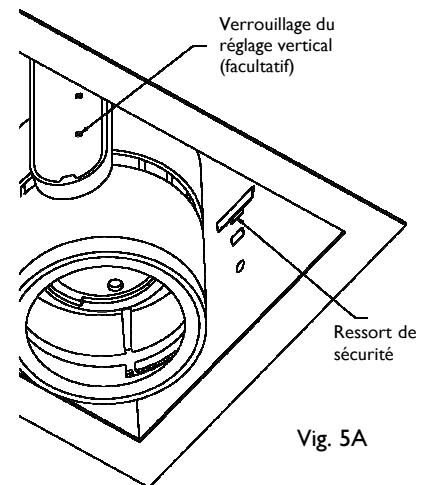

Fig. 5A
Note: Safety Springs must be flush to the inner walls to indicate the springs have engaged properly (Fig. 5A).
* To remove LLAVRM LE Series from LLAVRM FIK Series, Safety Springs must be pried out of place. Use a flat head screwdriver to put it through a small rectangular window, and pry it towards the LED head while gently pulling down on LLAVRM LE Series. Do this at one end first and pull down approximately 1-2" before pulling down opposite end (Fig. 5A).
To remove LLAVRM LE Series from LLAVRM FIK Series, Safety Springs must be pried out of place. Use a flat head screwdriver to put it through a small rectangular window, and pry it towards the LED head while gently pulling down on LLAVRM LE Series. Do this at one end first and pull down approximately 1-2" before pulling down opposite end (Fig. 5A, Page 2). Afterwards, perform steps 2-5 in reverse to remove LLARVRM LE Series completely.
Note : Les ressorts de sécurité doivent être affleurés aux parois internes pour indiquer que ceux-ci sont correctement enclenchés (Fig. 5A).
* Pour enlever la partie série LLAVRM LE du cadre (FIK) LLAVRM, les ressorts de sécurité doivent être retirés du récepteur assorti. Se servir d'un tournevis à lame plate, le passer par une petite ouverture rectangulaire et appuyer sur la tête DEL tout en tirant délicatement sur la série LLAVRM LE. Tirer d'abord une extrémité vers le bas d'environ 1 à 2 po, puis l'autre extrémité (Fig. 5A).
Pour enlever la partie série LLAVRM LE du cadre (FIK) série LLAVRM, les ressorts de torsion doivent être retirés du récepteur. Se servir d'un tournevis à lame plate, le passer par une petite ouverture rectangulaire et appuyer sur la tête DEL tout en tirant délicatement sur la série LLAVRM LE. Tirer d'abord une extrémité vers le bas d'environ 1 à 2 po, puis l'autre extrémité (Fig. 5A, page 2). Ensuite, inverser les étapes 2-5 pour retirer complètement le LLAVRM LE.